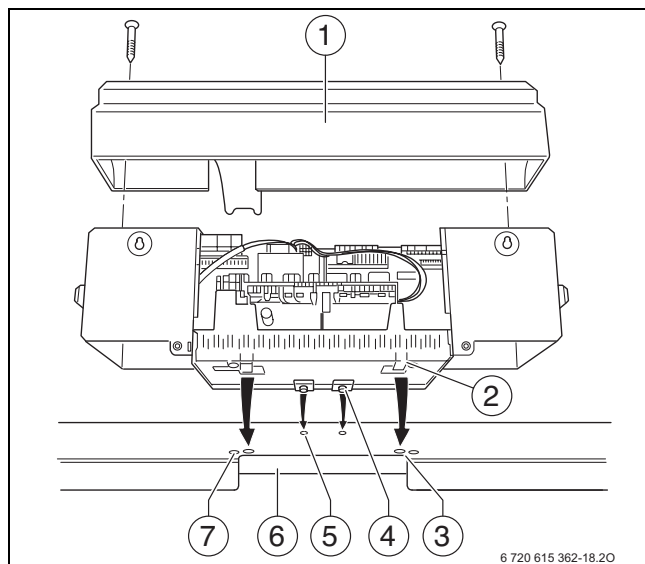

Рис. 29 Монтаж системы управления на котлах 120 - 1200 кВт
На рис. 29 показана система управления и передняя крышка [1] сзади.
- ▶ Установите крышку на место (→ рис. 29 и 30, стр. 28).
- ▶ Закрепите крышку системы управления винтами (рис. 29 и 30, стр. 28).